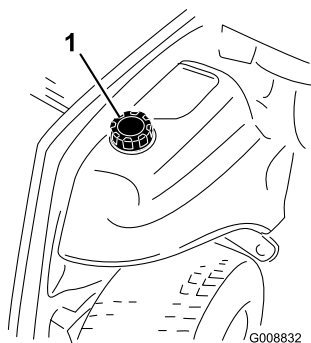

Рисунок 21
3. Снимите крышку топливного бака (Рисунок 21).